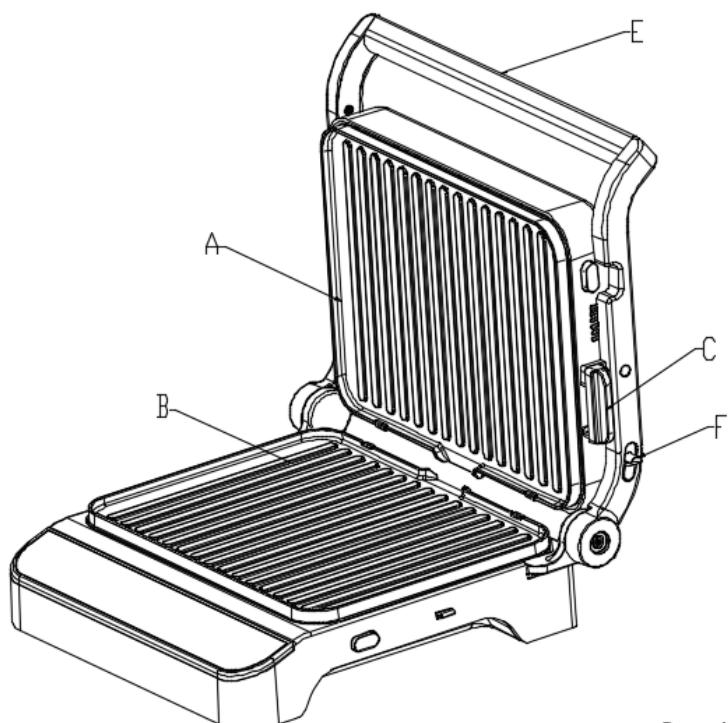

Рис. 4
**2. Полураскрытое** состояние гриля — состояние прибора, при котором верхняя часть «А» поднята до вертикального упора (задан конструкцией рамки ручки), а верхняя пластина при этом образует с нижней угол примерно 105°, как показано на рис. 4. Такое состояние используется для приготовления продуктов открытым способом.
- теперь возьмитесь за ручку «E» и плавно поднимайте верхнюю часть гриля до ощущения вертикального упора, который задан внутренним механизмом рамки ручки. В результате верхняя пластина образует с нижней угол примерно 105° как показано на рис. 4;
- теперь нижнюю рифлёную пластину для гриля «B» (см. рис. 4) можно заменить на гладкую пластину для гриля (опция, не входит в текущую комплектацию прибора и приобретается отдельно), на которой можно готовить блины, яйца, овощи и т.п. блюда.
- возьмитесь за ручку «E» (рис. 4) и плавно поднимайте верхнюю часть гриля до ощущения вертикального упора, который задан внутренним механизмом рамки ручки. В результате верхняя пластина образует с нижней угол примерно 105°;